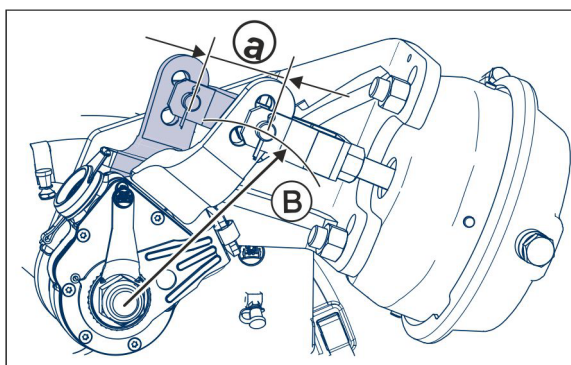

Fig. 65
3. Træk tømmeventilen (Fig. 65/1) til siden i ringen, indtil der ikke kommer mere vand ud af trykluftbeholderen.
Trykluftbeholderen (Fig. 65/1) må